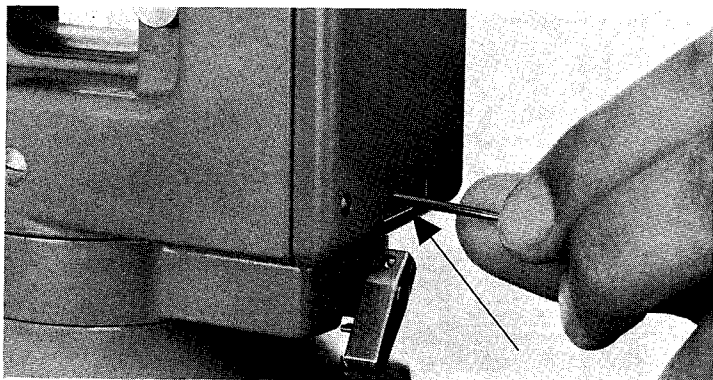

図34：平盤気泡管を調整しているところ。
6.3 平盤気泡管 (図34)
1. 水平クランプ⑤を開放にしておいて、平盤気泡管が任意の2本の整準ねじAとBを連結する線と平行になるように、アリダードを回して下さい。AとBを同じだけ、しかも反対方向に回して、気泡を中心に合わせて下さい。
3. アリダードを右回りの方へ180°だけ回して下さい。気泡の位置を記録しておいて下さい。整準ねじCを回して、この位置と中央の位置との間の半分の点へ気泡を動かして下さい。ここで、調整用ピンを使い調整ねじを念入りに回し (図34)、気泡が中心にくるようにして下さい。